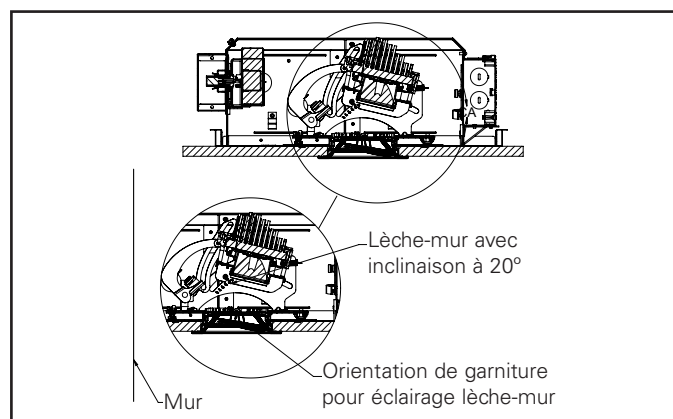

Figure 20.
7. Si vous choisissez une garniture lèche-mur ou une garniture réglable, l'angle de la lentille devrait correspondre à la direction et à l'angle de la tête du mécanisme (Figure 20).